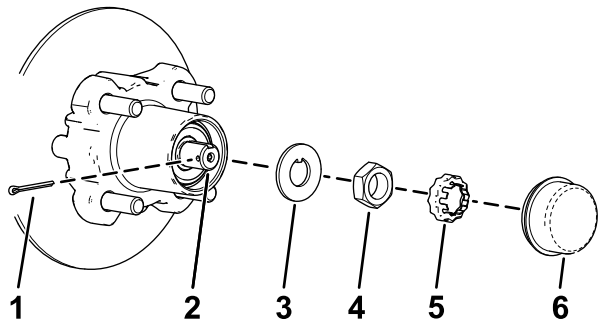
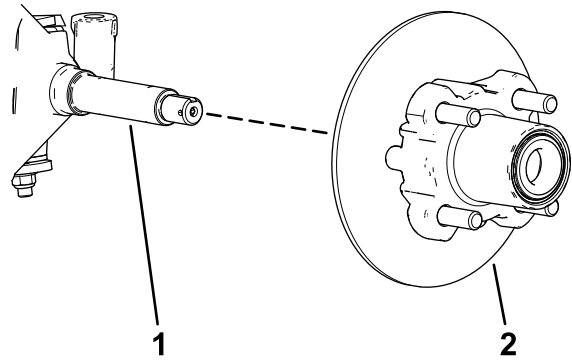

Bild 36
Bild 37
4. Nehmen Sie den Staubdeckel von der Radnabe ab (Bild 36).
5. Nehmen Sie den Splint und die Mutterbefestigung von der Spindel und der Spindel Mutter ab (Bild 36).
6. Nehmen Sie die Spindel Mutter von der Spindel ab und trennen die Radnabe und den Drehzylinder von der Spindel ab (Bild 36 und Bild 37).